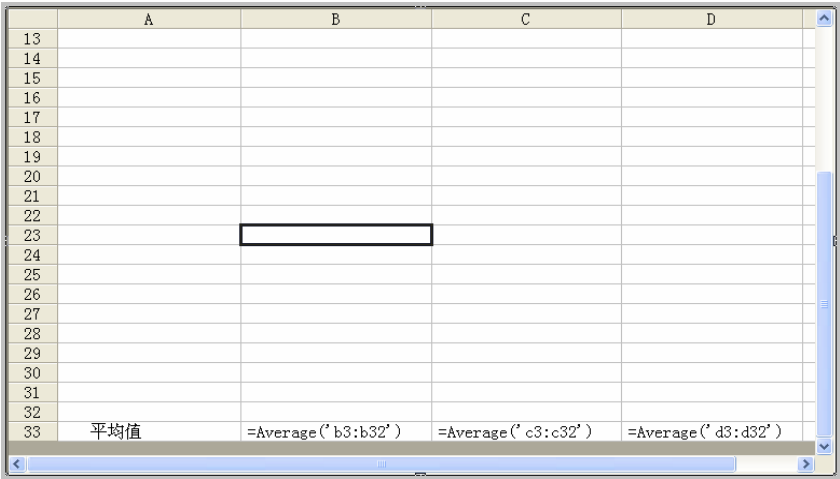

图 8-27
- 4、在报表窗口的 b33 单元格中填写 “=Average('b3:b32')”， c33 单元格中填写 “=Average('c3:c32')”， d33 单元格中填写 “=Average('d3:d32')”， 如图 8-27 所示：